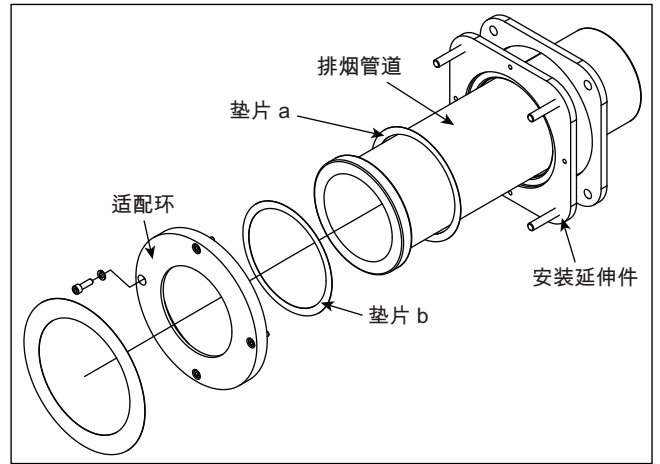

图 3.4
3. 把垫片放 (b) 在外管的法兰上。用粘性的喷雾液将垫片就位。见图 3.4。